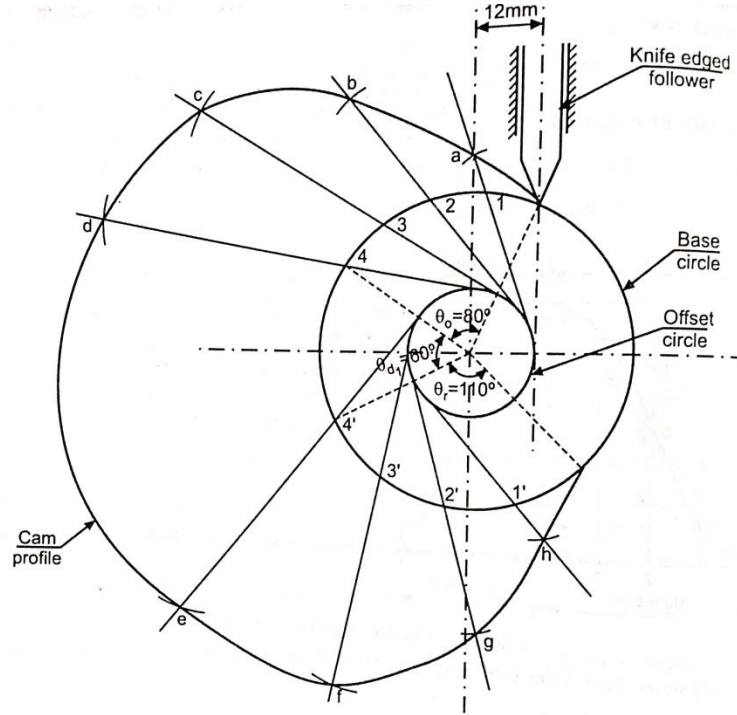

Fig.3.4.11
- (iii) FIGURE 3.4.11 मध्ये दर्शविल्याप्रमाणे उजव्या बाजूला ऑफसेट वर्तुळाला स्पर्शिका काढा.
- (iv) FIGURE 3.4.11 मध्ये दर्शविल्याप्रमाणे फॉलोअरचे पहिले स्थान काढा